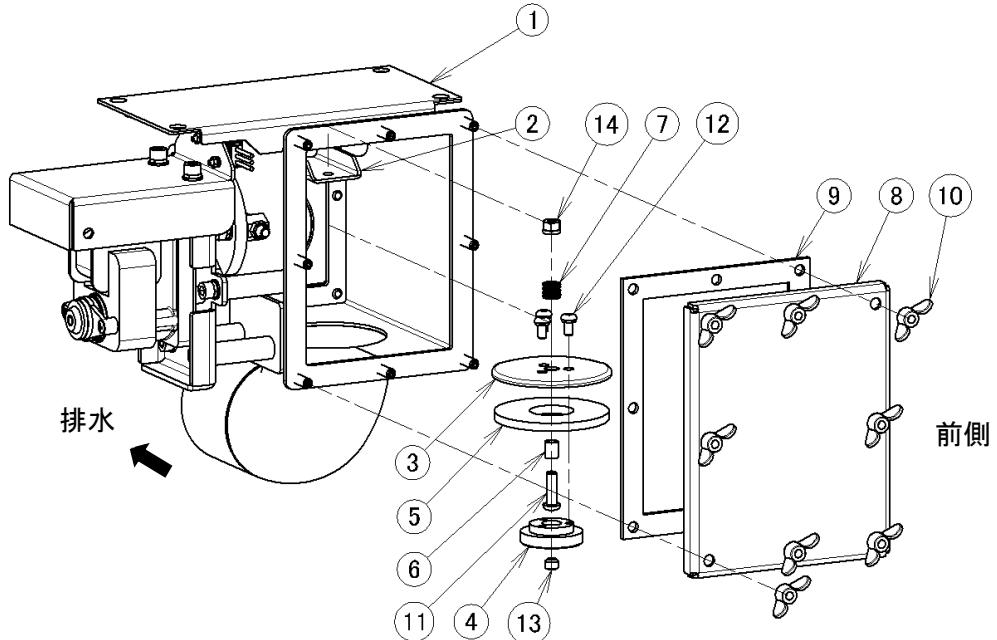

図 8-12
8. 3. 7 排水弁(図 8-12)
4) 排水弁ゴム板の交換(図8-12,15,16)
- ⑬六角穴付止めネジを緩め取り外します。
- 六角レンチで⑪六角穴付ボタン小ネジを固定して、⑭SW-Nセットを緩め②水洗用弁ウデより排水弁ゴム板組立品(③④⑤⑫)を取り外します。
- ⑥スペーサーリング⑦弁押えスプリングも同時に外れます。
- 3箇所の⑫六角穴付ボタン小ネジを緩め⑤排水弁ゴム板を取り外し組み換えます。